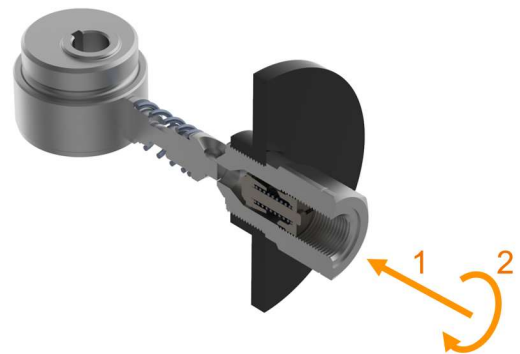

Abb. 15.2 Pumpenelement Einbau und Ausbau
1. Setzen Sie das Pumpenelement senkrecht in die Pumpenauslassgehäusebohrung (Abb. 15.2) ein.
2. Ziehen Sie das Pumpenelement im Uhrzeigersinn mit einem Drehmomentschlüssel fest, der voreingestellte Wert des Drehmomentschlüssels darf nicht kleiner als 43 N/m sein (Abb. 15.2).